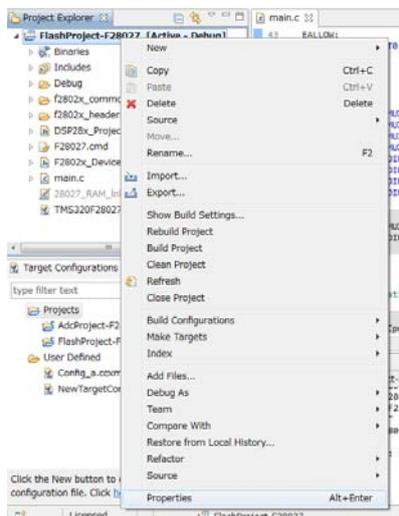
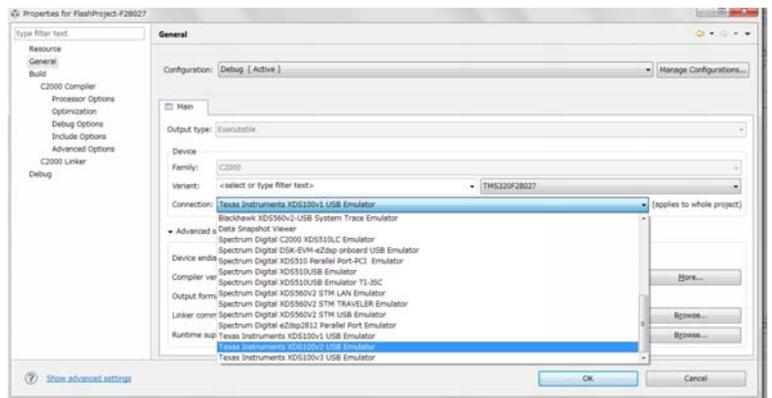

図 4：Target Configuration ファイルの変更①
図 3：Target Configuration ファイルの変更②
4. 付属のサンプル・コードのF28027用のTarget Configurationファイル(.ccxmlファイル)は、Explorimeter's Kit及びcontrolSTICKに搭載されているXDS100v1の設定になっています。C2000 LaunchPadを使用する場合は、この設定を変更して下さい。変更するためには、図 4のように、Project Explorerウィンドウにて、Project名を右クリックし、Propertiesを選択して下さい。図 3のように、Properties for プロジェクト名ウィンドウが表示されます。Device欄のConnectionが、Texas Instruments XDS100v1 USB Emulatorと設定されているはずですが、ここをTexas Instruments XDS100v2 USB Emulatorに変更して下さい。